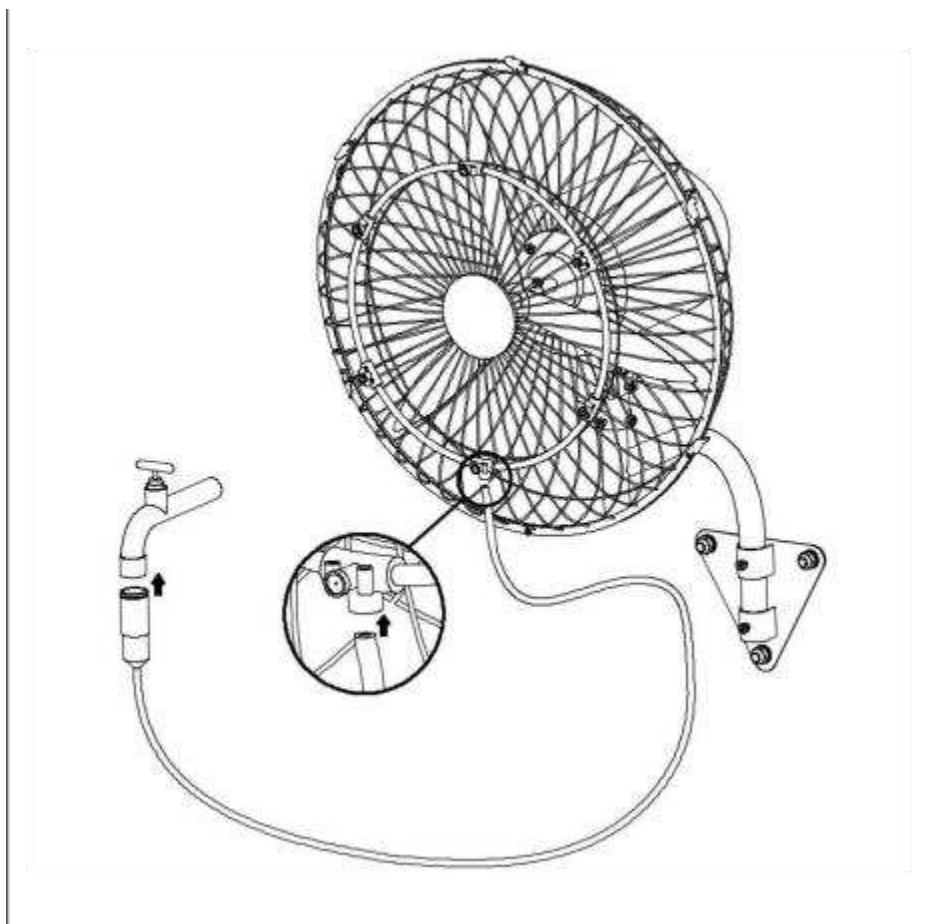

Bild 11.
2). Anslut vattenröret till kranen respektive spraymunstycket och dra åt kranen. Se (Bild 11.) Klart!